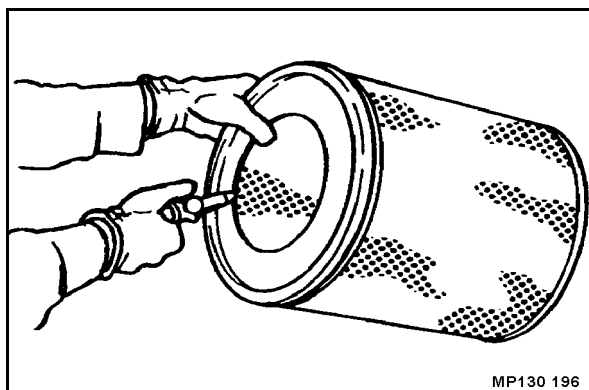

Fig. 189
- Nettoyer le filtre à air (Fig. 189) en soufflant l'air comprimé sec (maxi. 5 bars (70 psi)) de l'intérieur vers l'extérieur par va-et-vient avec le pistolet jusqu'à ce que l'élément soit complètement propre.